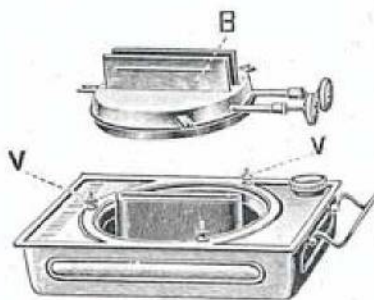

FIG. 3
- V. Vis de pression du bec démontable. Fig. 3
FIG. 3 et 4. — Pour dégager le bec, ne jamais agir sur les boutons monte-mèches, mais sur les tenons de fixation.